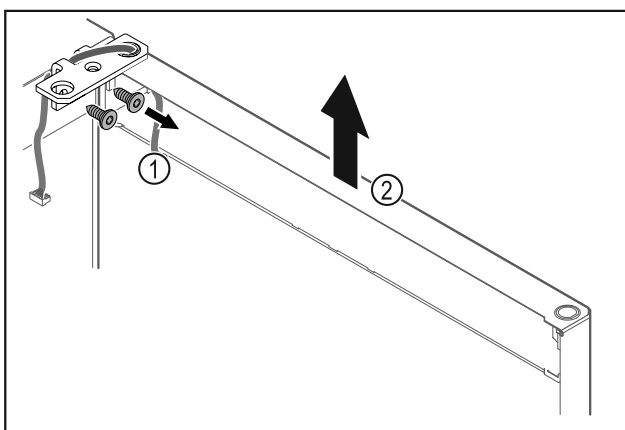

Fig. 24
- Skru av hengselvinkelen Fig. 24 (1).
- Løft døren og hengselvinkelen Fig. 24 (2) ca. 200 mm rett opp, og ta den av.